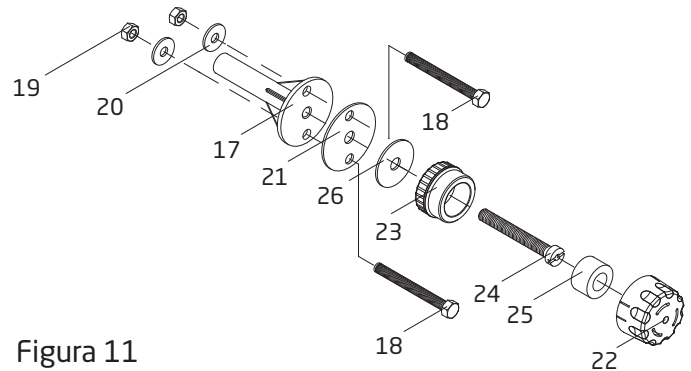

Figura 11
D. Instalar el anillo de la manguera (*parte #25*) y encajar la parte superior del regulador de aire (*parte #22*) en su lugar. Ver *Figura 11* para el ensamble del regulador de aire.